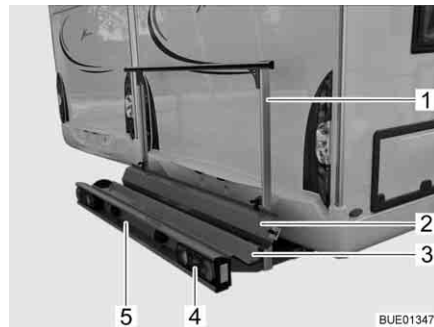
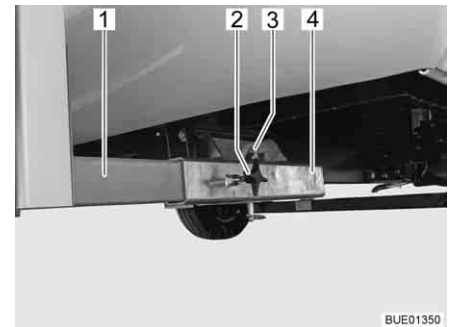

Fig. 8 Portapacchi
Fig. 9 Fissaggio al veicolo
Il portapacchi (Fig. 8) consente il trasporto di una motocicletta o di un motorino con un peso fino a 130 kg.
- Vasca di trasporto (Fig. 8,3) e staffa di supporto (Fig. 8,1) con fissaggio al veicolo (Fig. 9)
- Luci posteriori (Fig. 8,4)
- Luce targa del veicolo (Fig. 8,5)
- Guida di transito (Fig. 8,2)
I due longheroni (Fig. 9,1) del portapacchi sono fissati mediante viti ad alette (Fig. 9,2) ai supporti del perno quadro (Fig. 9,4) sul pavimento del veicolo. Il portapacchi è fissato tramite un bullone (Fig. 9,3) con anello di arresto.